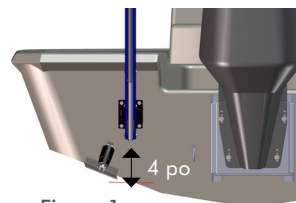

Figure 1
1. Placez une règle droite sur le fond de la coque directement au-dessous et centrée sur l'emplacement de montage prévu. Le point le plus bas de l'ancre Power-Pole doit se situer au moins à 4 pouces (10 cm) au-dessus de cette règle droite, sans quoi le bateau peut être difficile à manœuvrer. **FIG. 1**